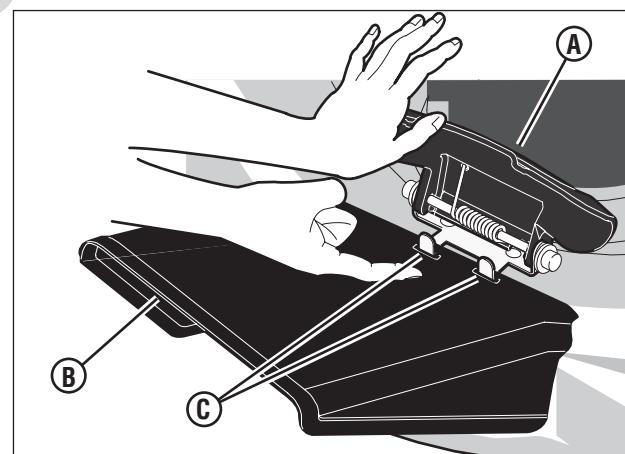

Figure 8 : Installation du déflecteur d'éjection
1. Soulever le couvercle de déchiquetage (A, Figure 8).
2. Installer le déflecteur (B) au plateau sous le couvercle de déchiquetage en s'assurant que les onglets de verrouillage sur le plateau (C) passent à travers des fentes dans le déflecteur (B).